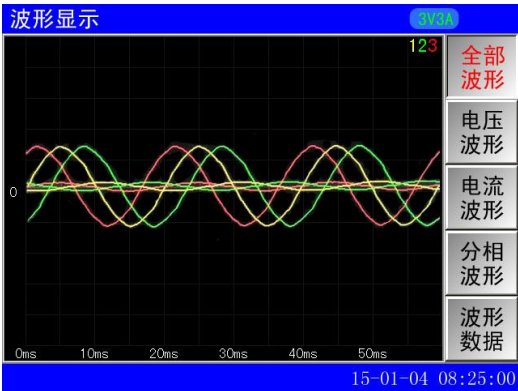

图 6-1 波形显示
3.1 波形显示见屏幕（图 6-1）
全部波形——所有测试信号的波形;（见图 6-1）